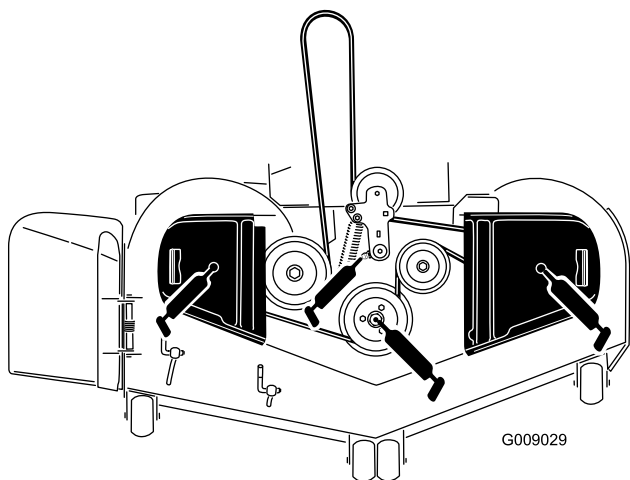

Figure 41
3. Graissez le pivot de la poulie de tension du tablier de coupe jusqu'à ce que la graisse ressorte par le bas (Figure 41).
4. Lubrifiez les roulements des trois axes sous jusqu'à ce que la graisse sorte (Figure 41).
5. Graissez le bras de la poulie de tension de la courroie d'entraînement (Figure 41).